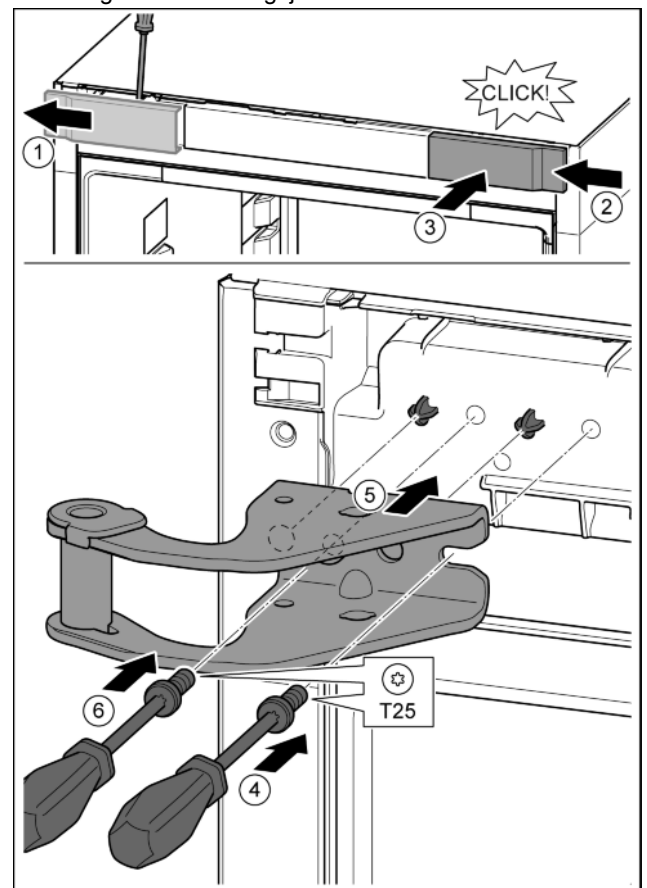

Fig. 10
- ▶ Løsn afdækningen i siden med en skruetrækker og tag den af i siden. Fig. 10 (1)
- ▶ Drej afdækningen 180°, og anbring på plads i den anden side fra højre. Fig. 10 (2)
- ▶ Sørg for, at afdækningen går i indgreb. Fig. 10 (3)
- ▶ Sæt skruen i med skruetrækker T25. Fig. 10 (4)
- ▶ Anbring den øverste hængselkonsol. Fig. 10 (5)
- ▶ Stram skruen. Fig. 10 (6)
- ▶ Sæt skruen i med skruetrækkeren T25 og stram den. Fig. 10 (6)